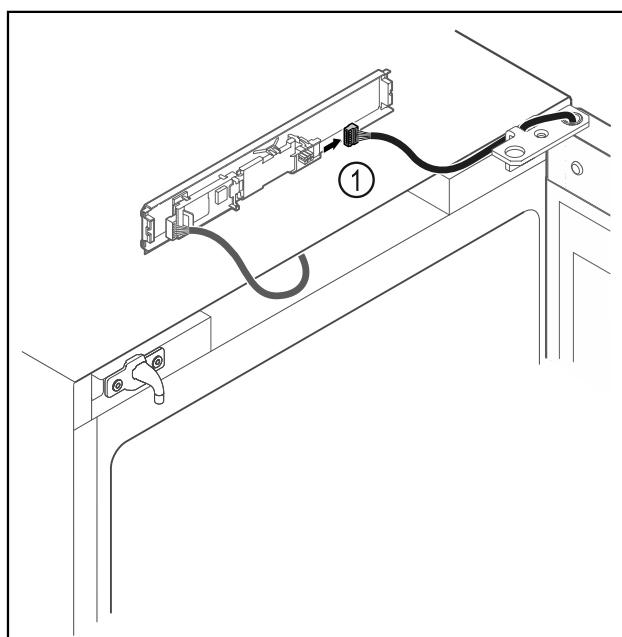

Fig. 18
► Αποσυνδέστε το φίς Fig. 18 (1) από την πλακέτα.